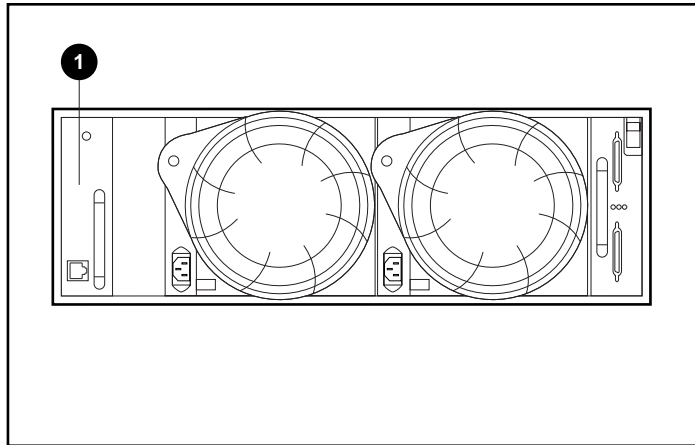

Figura 4-2. Posizione dell'unità EMU
L'unità EMU viene installata nell'alloggiamento ❶ a sinistra, sul retro del cabinet (vedere la Figura 4-2).